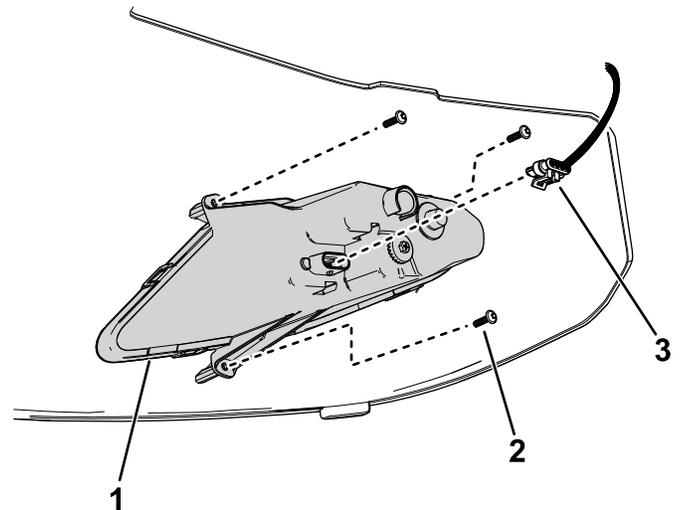

Figure 37
3. Débranchez le connecteur du faisceau de câblage du connecteur de phare (Figure 37).
6. Rebranchez le connecteur du faisceau de câblage au connecteur de phare (Figure 37).